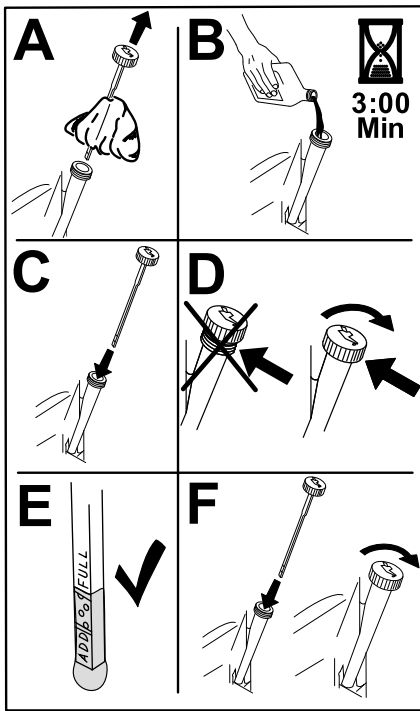

Figura 49
- Vierta lentamente un 80% aproximadamente del aceite especificado por el tubo de llenado, luego añada lentamente el resto del aceite hasta que llegue a la marca Full (Lleno) (Figura 49).